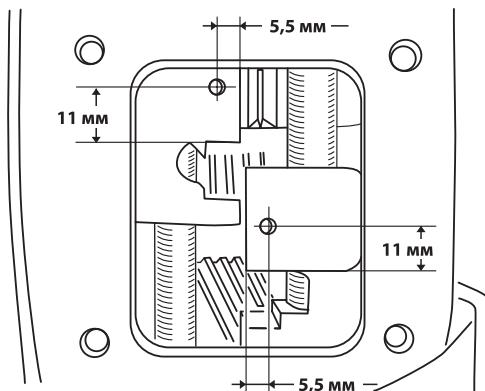

Рис. 16
6. в вилках переключения просверлите отверстия согласно **Рис. 16**.